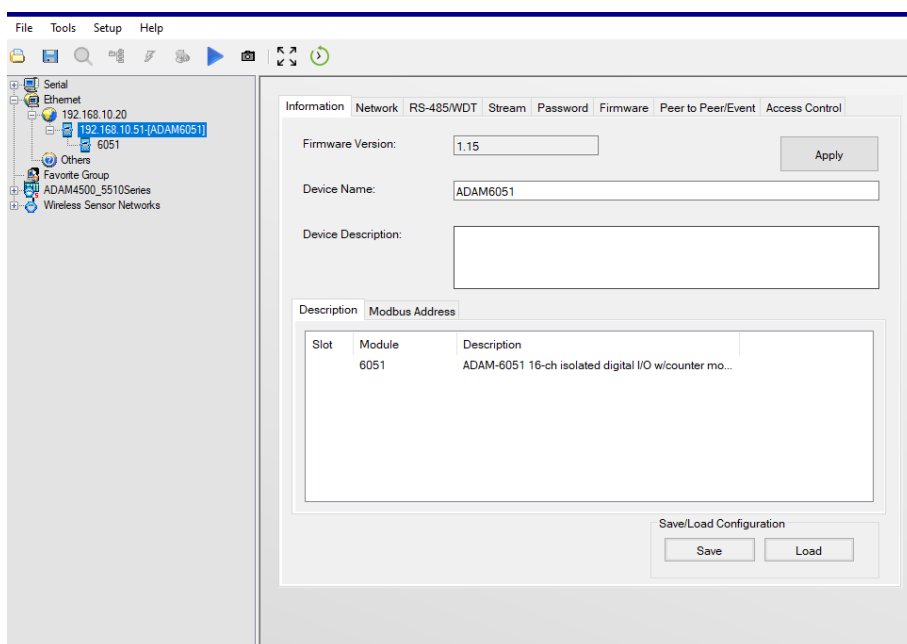

Рис. 3.9. Вікно для конфігурування модуля ADAM-6051
3.3.5. Натиснути на IP-адресу модуля ADAM-6051 – 192.168.10.51, після чого в області дерева модулів *Module Tree Display Area* має з'явитись ім'я модуля, а в області статусу *Status Display Area* – інформаційна таблиця для конфігурування модуля (рис. 3.9).